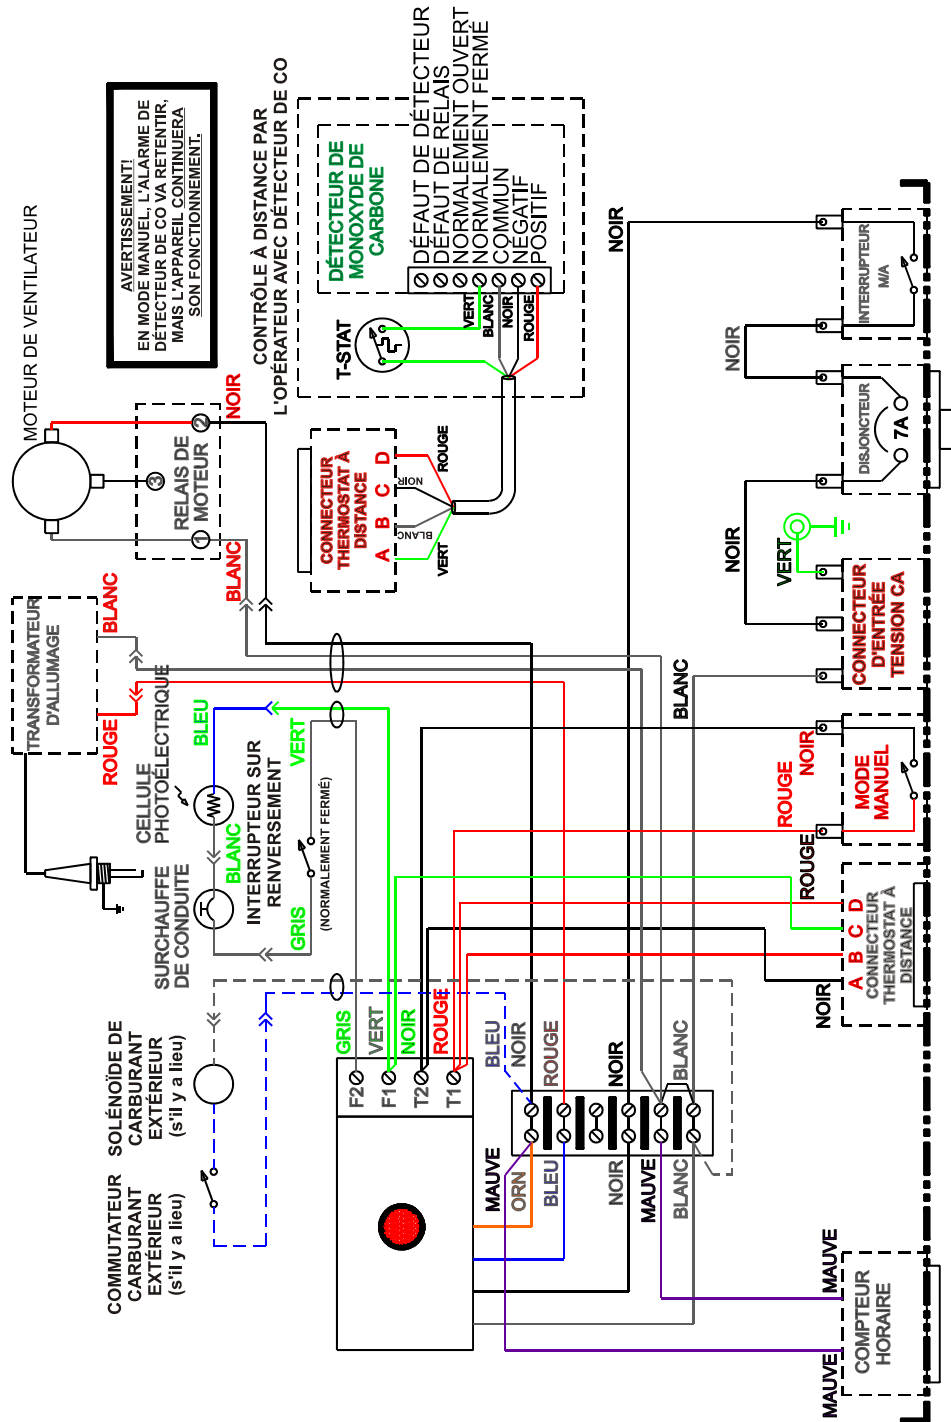

Figure 4-2. Diagramme de Câblage
5. Les chauffages ont des moteurs de 1/4 de cheval et des relais de démarrage séparés. Reportez-vous au diagramme de câblage, Figure 4-2.
8. Sortez le fil noir du moteur de sa borne (3) du relais de démarrage. Fixez le cavalier sur la borne (2) du fil rouge et branchez le chauffage. Le moteur doit démarrer. Dès qu'il atteint sa vitesse de croisière, enlevez le cavalier de la borne (2). Le moteur doit continuer de tourner.
9. Si le moteur a bien démarré et continué de tourner, installez un relais neuf. Débranchez le cordon secteur et rétablissez le câblage initial conformément au diagramme de câblage (voir la Figure 4-2).